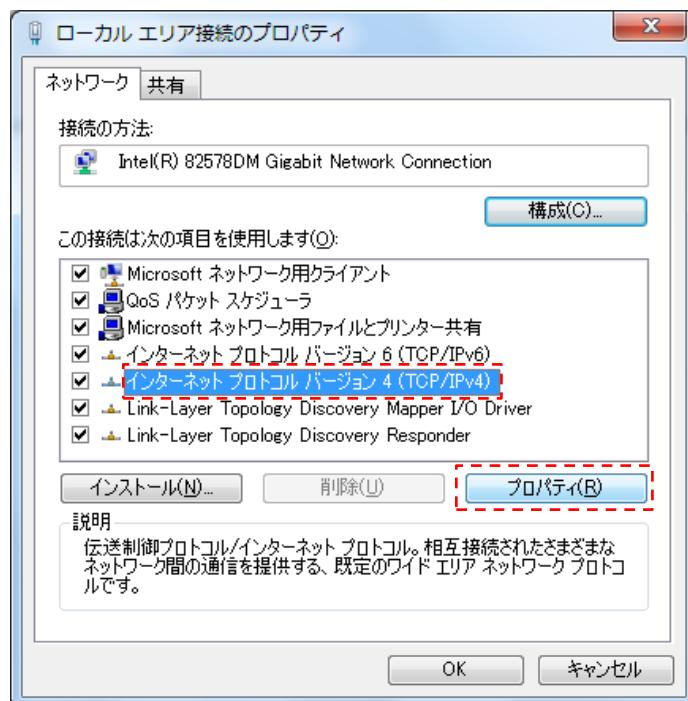

図3-6 ローカルエリア接続のプロパティ画面
手順③：ローカルエリア接続のプロパティ画面より、「インターネットプロトコルバージョン4(TCP/IPv4)」を選択し、「プロパティ」をクリックしてください。(図3-6)